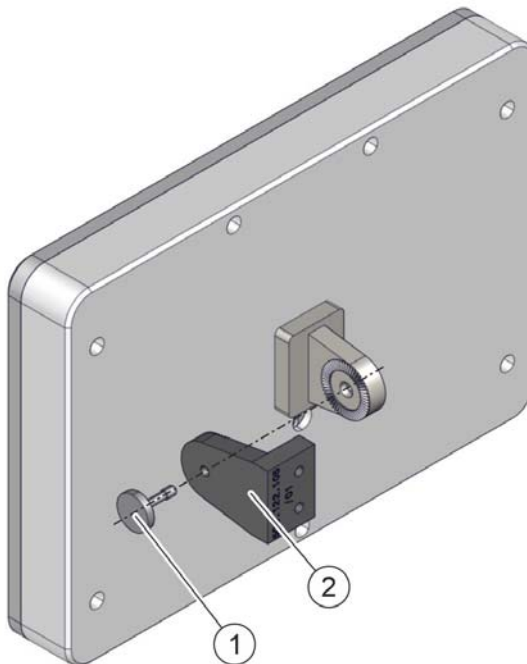

Abb. 3.2: Wandmontage
- ▶ 2. Wandhalter *Abb. 3.2 - (2)* an der Wand montieren (mit geeigneter, handelsüblicher Schraub-Dübel Verbindung).
- ▶ 3. Gehäuse mit der Rändelschraube *Abb. 3.2 - (1)* am Wandhalter verschrauben. (Senkrechte Lage des BA Thermo empfohlen)